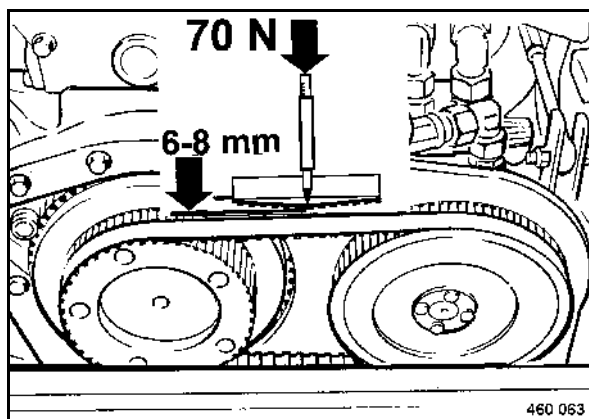

fig. 107
- Vérifier visuellement l'état de la courroie (fig. 107).